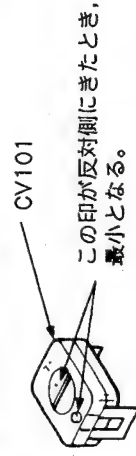

図 4-2
- 図 4-2 のように、最小になるように CV101 を調整する。